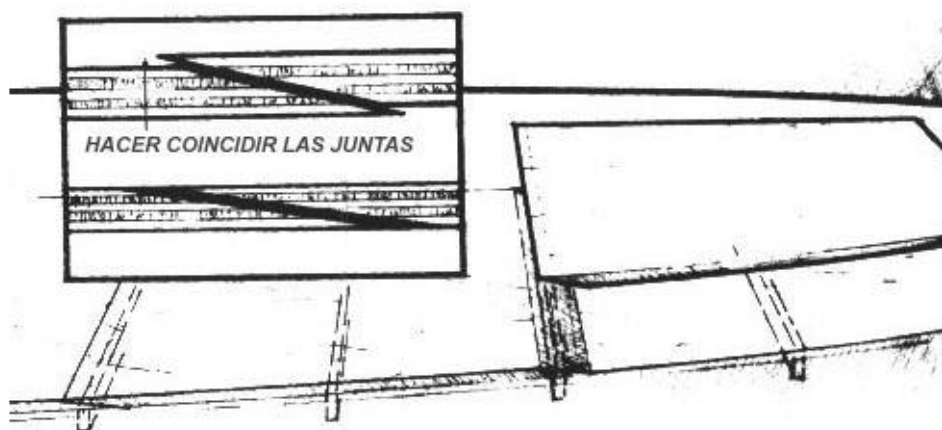

Figura 6-14 Planifique la disposición de los paneles de manera que las juntas en bisel se apoyen sobre baos para obtener una mejor sujeción.
1. Prepare los paneles, las juntas biseladas y las superficies de las cuadernas. Planifique la disposición de los paneles y la secuencia de instalación de manera que el bisel del panel siguiente se apoye sobre el bisel del panel precedente. (Figura 6-14).